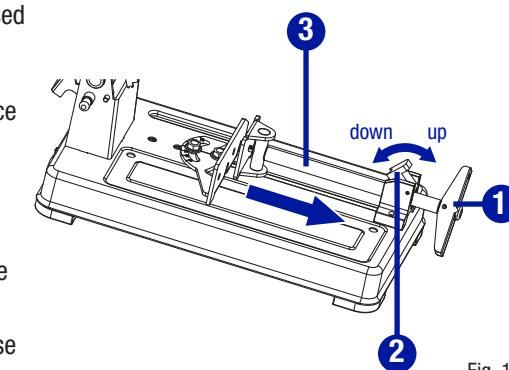

Fig. 13
**USING THE QUICK-RELEASE LEVER AND VICE CLAMP (Fig. 13)**